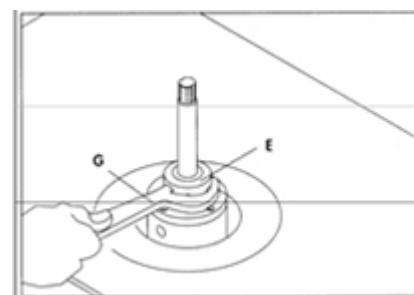

Рис. 3.13
7. Используя специальный прилагаемый гаечный ключ (G) Рис. 3.13, затяните гайку шпинделя (E), как показано на рисунке.